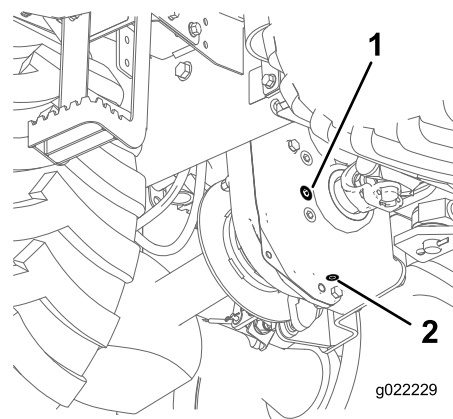

Рисунок 32
2. Очистите зону вокруг пробки заливного отверстия с помощью чистящего растворителя (Рисунок 32).